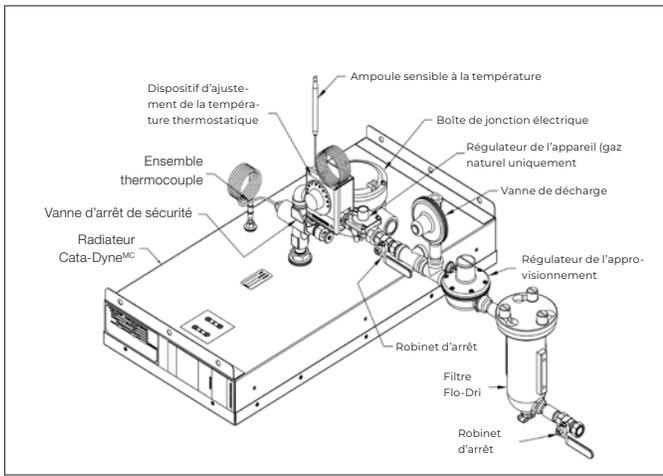
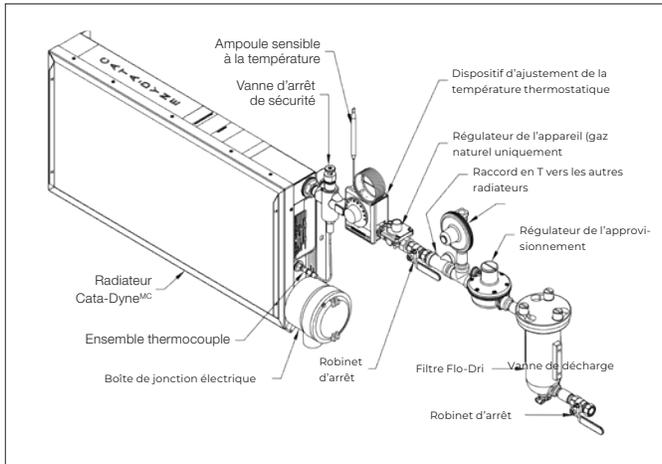

Figure 2 – Installation typique d'un radiateur Cata-Dyne^{MC} au gaz naturel
Figure 3 – Installation au gaz naturel typique (modèle MKII uniquement)
7. Pour l'installation, voir la Figure 2, page 18 pour le radiateur Cata-Dyne^{MC} typique et la Figure 3, page 18 pour le modèle MKII au gaz naturel.